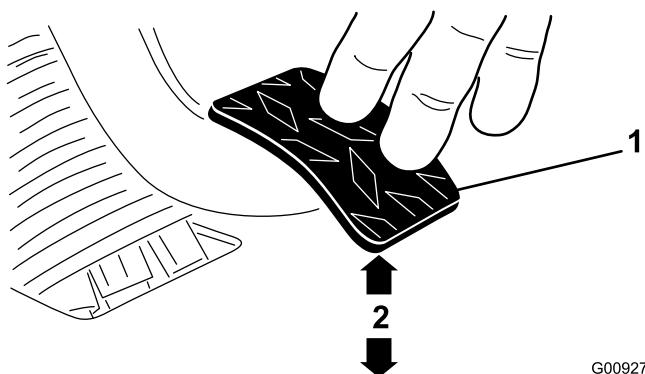

Figura 70
3. Ajuste las contratuerca o la articulación esférica hasta que el borde trasero del pedal del embrague esté a 9,5 ± 0,3 cm del borde superior del dibujo a rombos de la chapa de suelo al aplicar una fuerza de 1,8 kg al pedal (Figura 70).